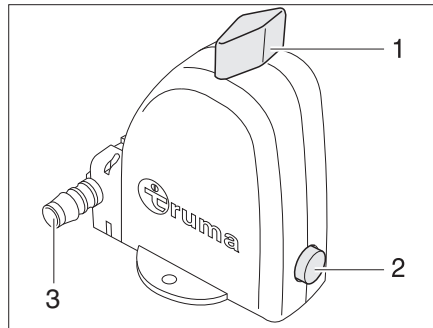

Bild 226 Sicherheits-/Ablassventil des Boilers - Stellung Betrieb
Der Boiler ist mit einem Sicherheits-/Ablassventil (Bild 226) ausgestattet. Das Sicherheits-/Ablassventil verhindert, dass das Wasser im Boiler einfriert, wenn bei Frost die Heizung nicht eingeschaltet ist.
- ▷ Der Entleerungsstutzen (Bild 226,3) des Sicherheits-/Ablassventils muss immer frei von Verschmutzungen (z. B. Laub, Eis) sein.
- Sicherheits-/Ablassventil schließen. Dazu den Drehknopf (Bild 226,1) quer zum Sicherheits-/Ablassventil drehen und den Druckknopf (Bild 226,2) hineindrücken.
- Sicherheits-/Ablassventil öffnen. Dazu den Drehknopf (Bild 226,1) längs zum Sicherheits-/Ablassventil drehen. Der Druckknopf (Bild 226,2) springt heraus. Der Boiler wird über den Entleerungsstutzen (Bild 226,3) des Sicherheits-/Ablassventils nach außen entleert.